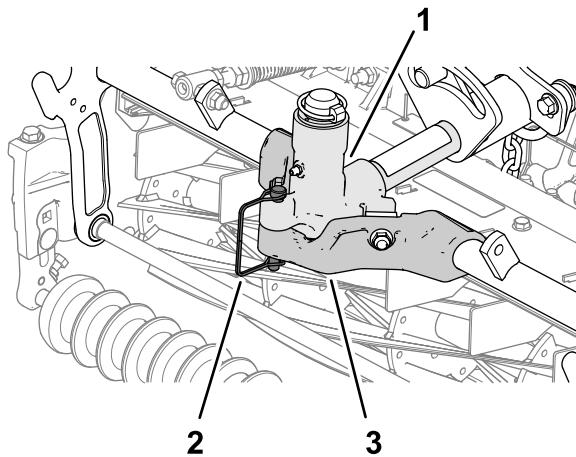

Figura 43
1. Sujete el bastidor de tiro de la unidad de corte a la horquilla del pivote con el pasador de seguridad, como se muestra en la Figura 43.